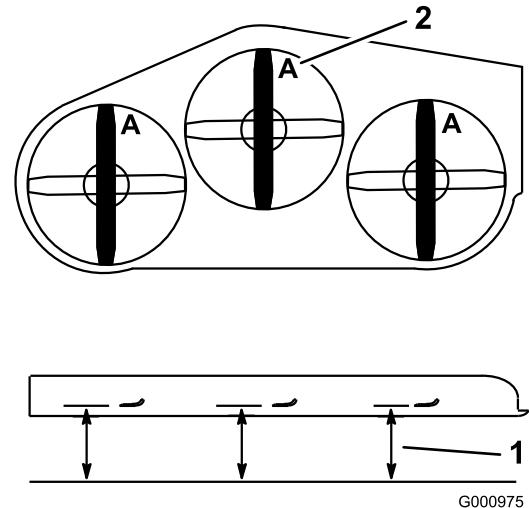

Figure 110
2. Mesurez la distance entre la surface plane et le tranchant (position A) des lames (Figure 110).